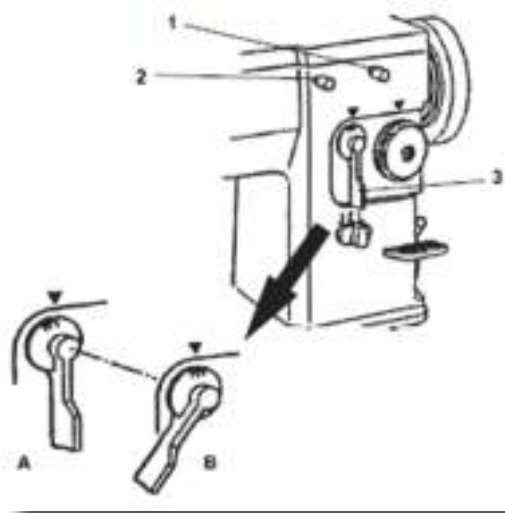

Figura 24
Para obter os pontos ziguezague desde uma largura mínima até a máxima, primeiro solte o pino recartilhado (2) Figura 24, permitindo assim que a alavanca (3) volte para a sua
posição inicial (ver A na Figura 24) e em seguida reaperte o pino recartilhado (2).
Gire a alavanca (3) no sentido dos ponteiros do relógio o máximo que puder e enquanto segura a alavanca (3) nessa posição (ver B na Figura 24) reaperte o pino recartilhado (1).